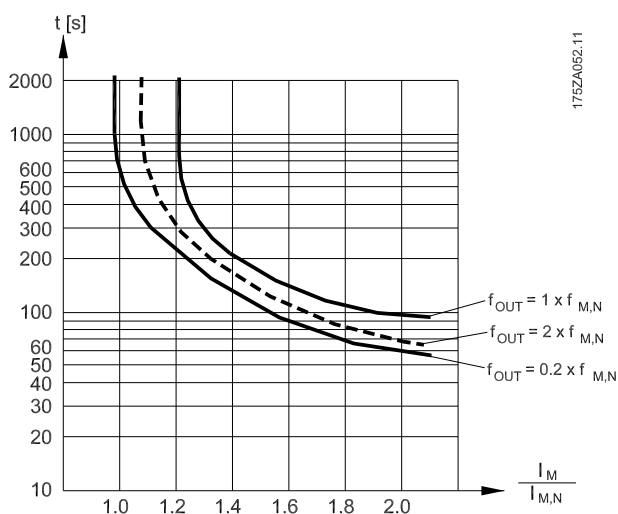

图 3.17 电子热继电器特性
- 异步电动机的电子热继电器 (ETR) 可根据内部测量值来模拟双金属继电器。ETR 通过测量实际电流、速度和时间来计算电动机温度，并通过发出警告或切断电动机电压来防止电动机过热。图 3.17 展示了 ETR 的特性。